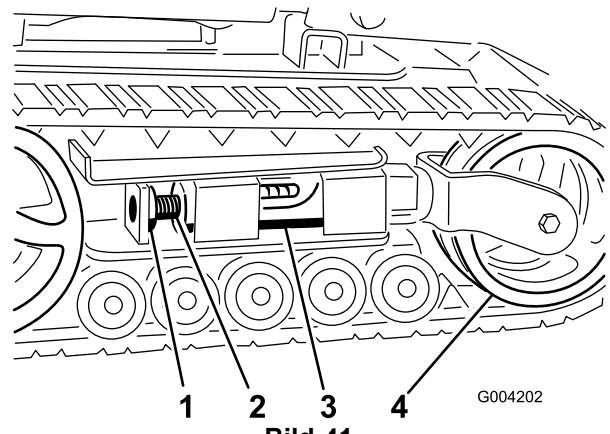
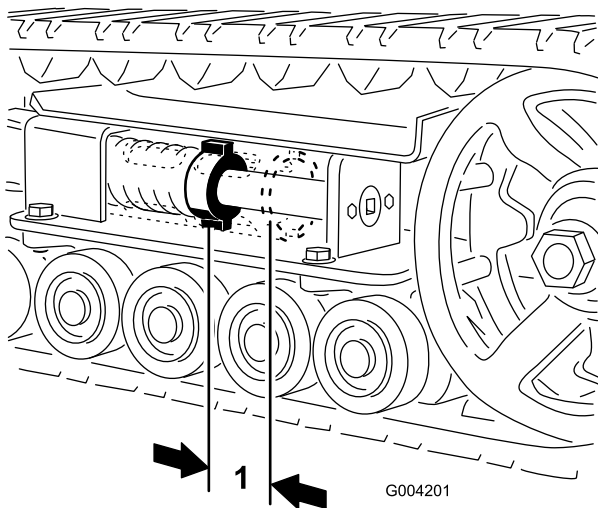
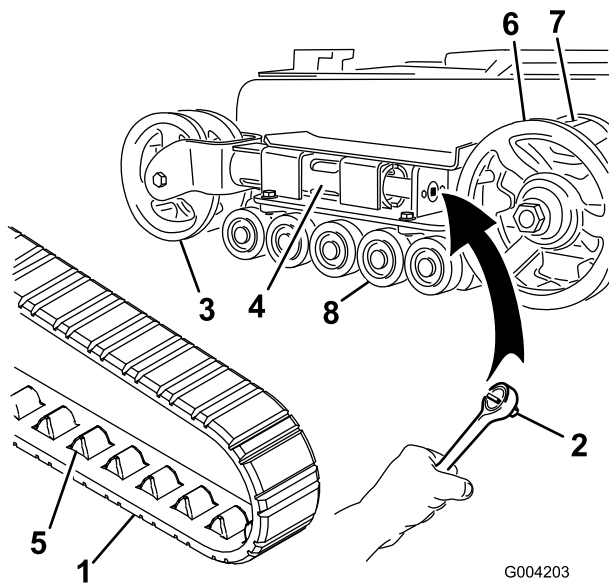
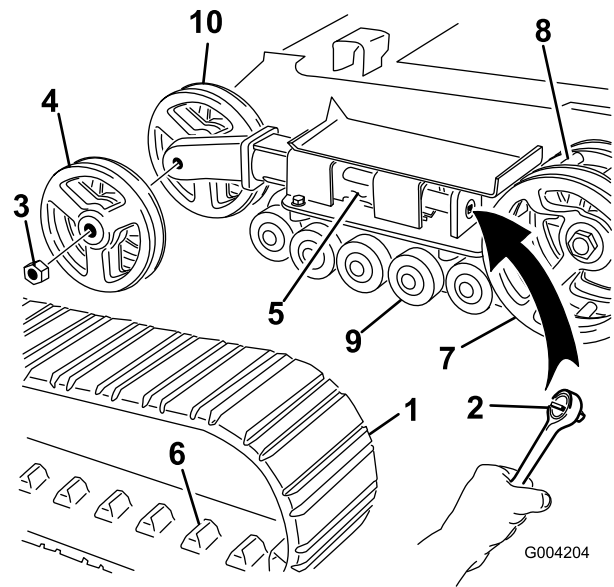

Bild 41
Bild 40
Bild 42
Bild 43
Zwischen der Spannungsmutter und der Rückseite des Spannungsrohrs sollte ein Abstand von 7 cm sein (Bild 40). Stellen Sie ansonsten die Kettenspannung wie folgt ein:
3. Entfernen Sie die Befestigungsschraube und Mutter (Bild 41).
4. Drehen Sie die Spannschraube mit einem Sechskantschlüssel (1/2 Zoll) (Bild 42) nach links, bis der Abstand zwischen der Spannmutter und der Rückseite des Spannungsrohrs 7 cm beträgt (Bild 40).
5. Richten Sie die am nächsten liegende Kerbe in der Spannschraube mit dem Loch der Befestigungsschraube aus und befestigen Sie die Schraube mit der Befestigungsschraube und Mutter (Bild 41).
4. Lösen Sie die Antriebsspannung mit einem Sechskantschlüssel (1/2 Zoll), indem Sie die Spannschraube nach rechts drehen (Bild 41 und Bild 42).
5. Drücken Sie das Spannrads zur Rückseite der Maschine, um den Druckschlauch gegen den Rahmen zu bewegen (Bild 42). (Wenn es den Rahmen nicht berührt, drehen Sie die Spannschraube so lange, bis es funktioniert.)
7. Wenn Sie die Kette vom Spannrads entfernt haben, entfernen Sie sie auch vom Antriebsrad und den Straßenträgern (Bild 42).
8. Legen Sie die neue Kette, beginnend beim Antriebsrad, um das Rad und stellen Sie sicher, dass die Stollen an der Kette zwischen die Zahnräder am Rad passen (Bild 42).
9. Drücken Sie die Kette unter und zwischen die Straßenträger (Bild 42).
11. Drehen Sie die Spannschraube nach rechts, bis der Abstand zwischen der Spannmutter und der Rückseite des Abzweigschlauchs 7 cm beträgt (Bild 40).
4. Lösen Sie die Antriebsspannung mit einem Sechskantschlüssel (1/2 Zoll), indem Sie die Spannschraube nach rechts drehen (Bild 41 und Bild 43).
5. Drücken Sie das Spannrads zur Rückseite der Maschine, um den Druckschlauch gegen den Rahmen zu bewegen (Bild 43). (Wenn es den Rahmen nicht berührt, drehen Sie die Spannschraube so lange, bis es funktioniert.)
6. Nehmen Sie die Mutter ab, mit der das äußere Spannrads befestigt ist. Nehmen Sie das Rad ab (Bild 43).
7. Nehmen Sie die Kette ab (Bild 43).
8. Nehmen Sie die Mutter ab, mit der das innere Spannrads befestigt ist. Nehmen Sie das Rad ab (Bild 43).
12. Setzen Sie das innere Spannrad ein und befestigen Sie es mit der vorher abgenommenen Mutter (Bild 43).
14. Montieren Sie die neue Kette. Achten Sie darauf, dass die Stollen in der Kette zwischen die Zahnräder in der Mitte des Antriebsrads passen (Bild 43).
15. Setzen Sie das äußere Spannrad ein und befestigen Sie es mit der vorher abgenommenen Mutter (Bild 43).
17. Drehen Sie die Spannschraube nach rechts, bis der Abstand zwischen der Spannmutter und der Rückseite des Abzweigschlauchs 7 cm beträgt (Bild 40).